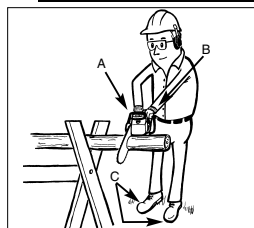

Abb. 17
Pentru siguranța dumneavoastră și pentru ușurarea lucrărilor este necesară o poziție corectă pentru toate tăieturile verticale ale lungimii (fig. 17).
- C. Distribuți-vă greutatea pe ambele picioare. Fig 17.